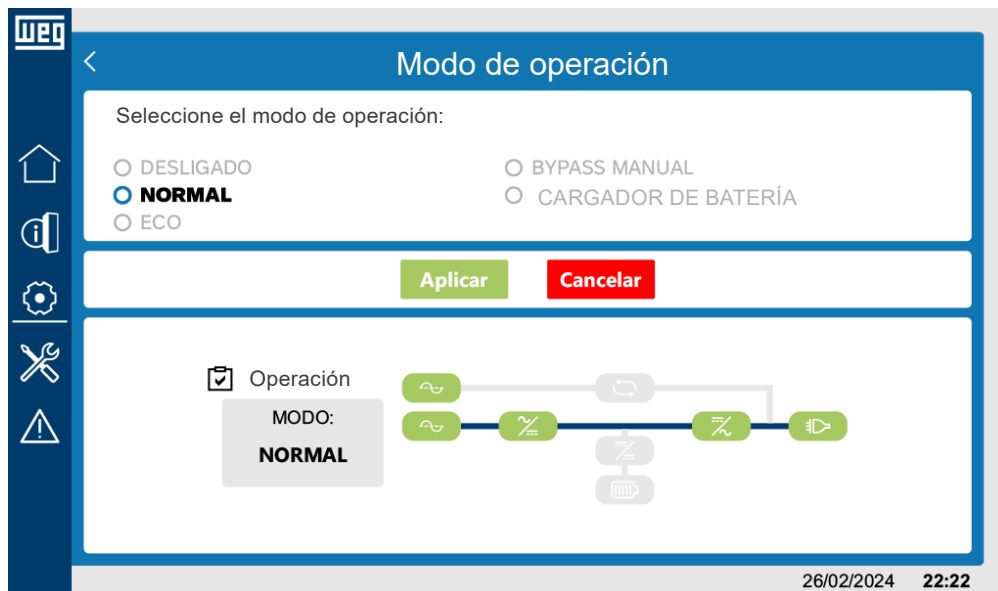

Figura 6.28: Sinóptico en el modo de operación normal sin la batería conectada
- Modo normal sin batería conectada: Figura 6.28 en la pagina 6-21.